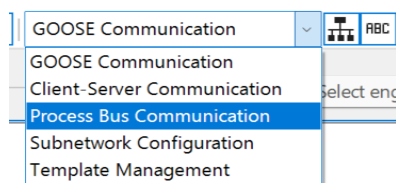

Imagen 379_Selección de la comunicación Process Bus Communication.
5.2.35 En la siguiente ventana como se muestra en la **Imagen 379** seleccionaremos “Process Bus Communication”.